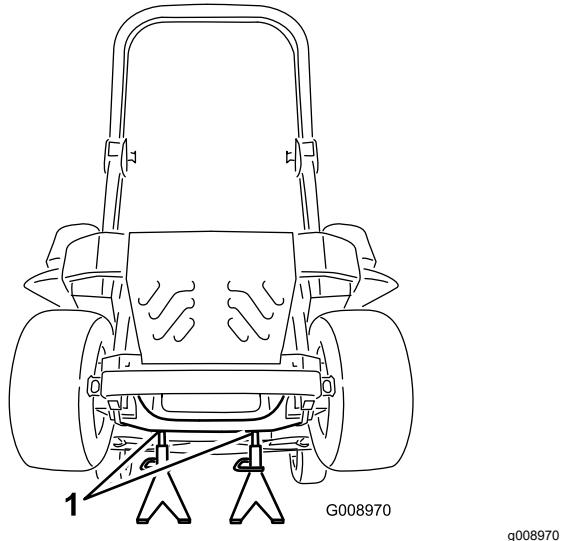

Figura 111
3. Eleve a máquina e apoie-a (Figura 111).
- Retire os macacos e baixe a máquina (Figura 111).